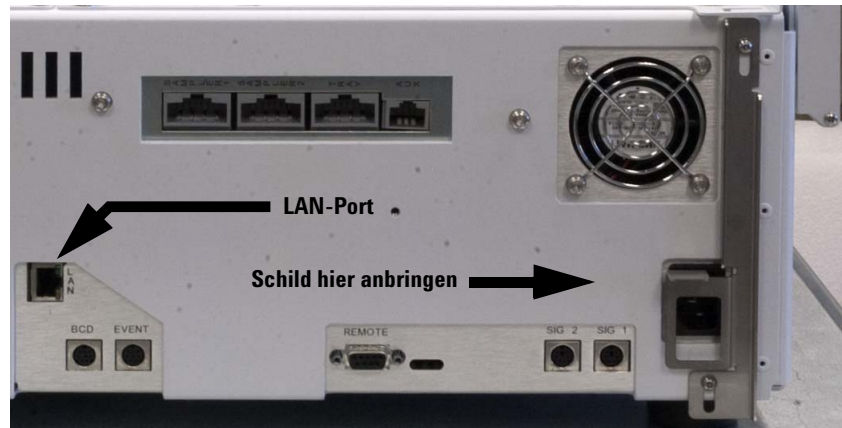

Abb. 4 Spannungsschild und LAN-Port-Positionen
- 7 Bringen Sie das mitgelieferte selbstklebende Spannungsschild nahe dem Netzkabel auf der Rückseite der Grundplatte an (Abb. 4).
- 8 Verbinden Sie das LAN-Übertragungskabel mit dem **LAN-Port** auf der Rückseite der Grundplatte (Abb. 4).